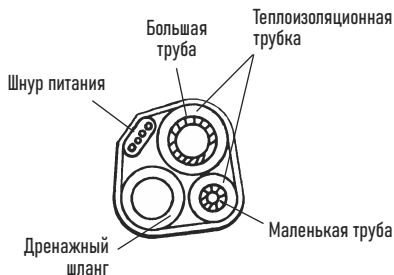
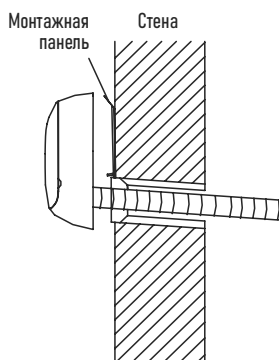

Рисунок 5
Рисунок 7
- Расположите соединительные трубы, кабель, дренажный шланг, как показано на рис. 5, а затем подсоедините дренажный шланг к сливному отверстию. Дренажный шланг должен быть проложен под наклоном (вниз) (Рис. 7). Скрепите соединительные трубы, кабели и дренажный шланг вместе виниловой лентой. Обеспечьте достаточное пространство между дренажной трубой и землей. Не ставьте дренажную трубу в воду или канаву.